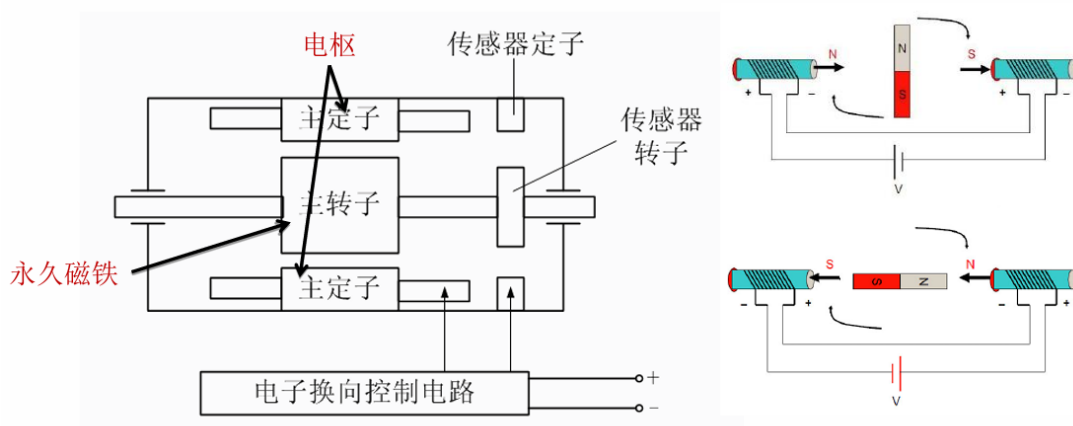

图 10: 无刷直流电机
- 无刷直流电机：无刷直流电机由电机本体、位置传感器、电子换向电路三大部分组成。电机主体由主定子、主转子组成。主转子是永久磁铁，主定子是电枢。当定子绕组通直流电时，与转子作用产生电磁转矩，定子电流必须根据转子的位置变化适时换向，才能获得单一方向的电磁转矩，使电机转动。（图10）